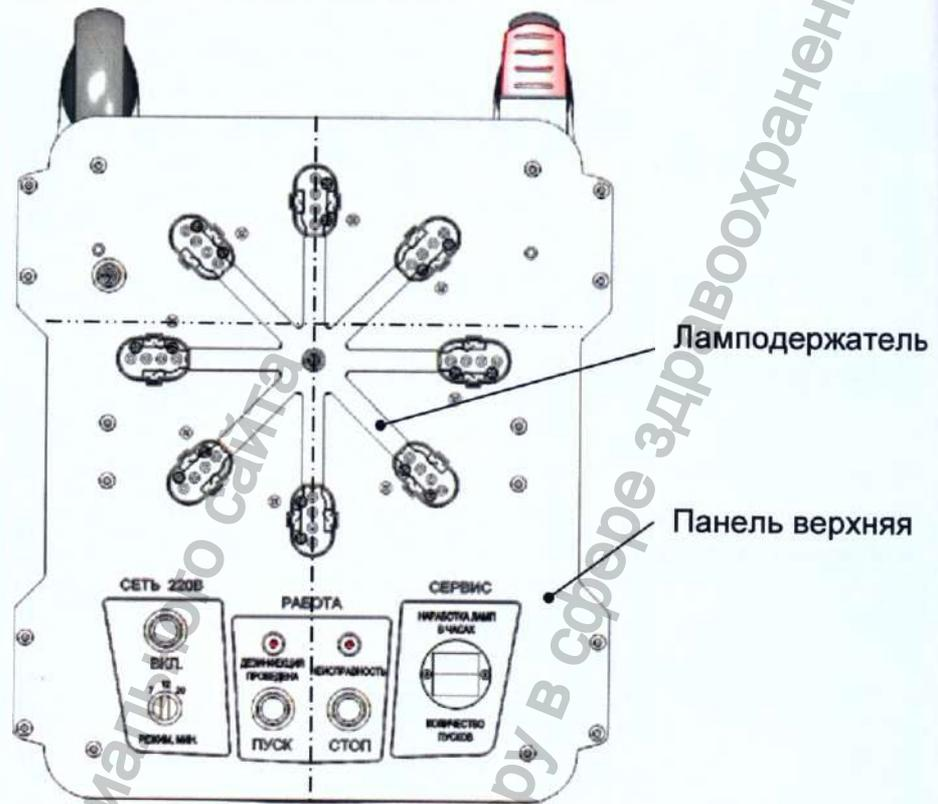

Рис. 20. Правильное угловое положение ламподдержателя.
Выставить правильное угловое положение ламподдержателя относительно верхней панели установки в соответствии с рис. 20, и окончательно затянуть гайку гаечным ключом S13.
- Установить защитную решетку на панель верхнюю, при этом стойка ламп должна проходить сквозь центрирующее отверстие в верхней части решетки, а каждая петля решетки была надета на ответный фиксатор на панели верхней (рис. 20 и рис.22).